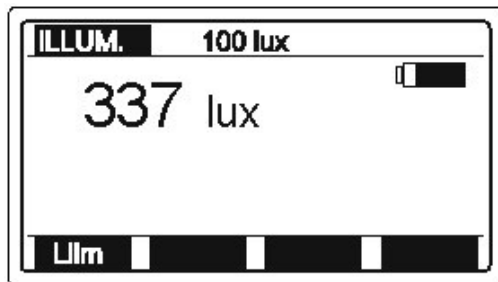

Fig. 84: affichage de la valeur de lumière
- Connectez la pince ampèremétrique 1A/1mA et le câble de test universel à Eurotest 61557 (cfr fig. 84).
- Connectez la pince ampèremétrique et les cordons de tension à l'objet sous test, comme illustré sur la fig. 84. Appuyez sur la touche "HELP" pour plus d'informations.